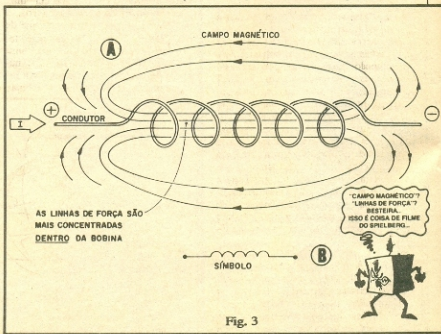
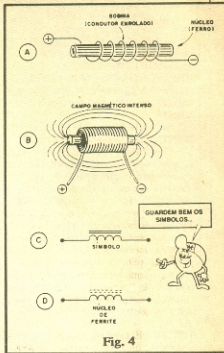

Fig. 3
Fig. 4
**FIG. 3** - Um "truque" simples para intensificar o campo magnético eletricamente gerado - Nos exemplos visuais até agora diagramados, referimo-nos ao condutor (que, percorrido por corrente, gera o campo magnético...) na forma de um fio reto e relativamente curto. O campo magnético gerado nessas circunstâncias é fraco, já que suas "linhas de força" estão distribuídas - por assim dizer - ao longo de todo o comprimento do condutor,
mento, esticadinho, percorrido por determinada corrente (e sabendo que a corrente determina o surgimento do campo magnético em torno de **todo** o comprimento do fio...) podemos atribuir um valor arbitrário ao campo magnético gerado. Vamos dizer que esse valor seja "100". Parece lógico admitir que então, cada centímetro do fio (são 100 centímetros no metro, salvo disposições em contrário ou "medidas provisórias"...), gera um "pedaço" do campo magnético total, com valor de "1". Outro cálculo simples nos dirá que "em 10 cm. desse fio, teremos um campo magnético com intensidade 10". Se, contudo, enrolarmos o fio todo (1 metro, lembramos...?) em forma de bobina, de modo que o conjunto (ver fig. 3) assuma um comprimento total de apenas 10 cm.
teremos, "mecanicamente", 1 metro "condensado" em 10 centímetros, não é...? Acontece que, nesses 10 cm. teremos todos os 100 cm. do metro e, conseqüentemente, todas as "100 unidades" do campo magnético original! Vamos prosseguir nesse raciocínio: agora temos, em 10 cm. (comprimento da bobina), "100 unidades" de campo magnético, ou seja: a cada centímetro da dita bobina, teremos "10 unidades" de campo magnético (e não apenas "1 unidade", o que ocorria quando o fio estava esticado!). Deu pra entender? Na verdade, em termos totais, NADA GANHAMOS (nem podia ser diferente, já que as Leis da Física determinam que não se pode "ganhar", do nada, nenhuma forma de energia...) porém a concentração promovida pelo enrolamento do fio nos proporcionou um "ganho localizado", de modo que num determinado ponto, tenhamos muito mais linhas de força do que tínhamos antes... Ainda na fig. 3 (em B) temos o símbolo (graficamente óbvio, já que sinaliza claramente um "fio enrolado"... ) utilizado para representar as bobinas (tecnicamente chamadas de INDUTORES - veremos adiante por que...) nos diagramas de circuitos eletro-eletrônicos. Decorem esse símbolo, que aparecerá muitas vezes ao longo do nosso "Curso"...
- FIG. 4-A - Se, no interior da bobina (fig. 3) colocarmos um núcleo de material ferroso (normalmente ferro, ou ferro-silício ou ainda "ferro cerâmico"...), esse material proporciona uma concentração ainda maior das linhas de
- FIG. 4-B - O que ocorre é que as linhas de força, ainda um tanto "dispersas" numa bobina simples (fig. 3), com o núcleo, tendem a formar um campo "fechado", com as tais linhas sendo "embitadas" por uma das pontas do núcleo e "recolhidas" pela outra extremidade, fazendo com que, em ponto bem próximo da dita bobina, a quantidade de "Linhas por centímetro" seja bastante incrementada!
- FIG. 4-C Símbolo esquemático adotado para as bobinas com núcleo de ferro. As duas barras paralelas desenhadas junto à espiral básica, indicam a presença do núcleo metálico ferroso.
- FIG. 4-D - Em tempos relativamente recentes, descobriu-se que poderiam ser feitos, industrialmente, núcleos para "condensação" das linhas de força, tão bons (ou até melhores...) do que os de material ferroso "natural", a partir de um composto à base de cerâmica e partículas de ferro (material mais leve e mais barato do que o ferro e similares, além de poder facilmente ser moldado, usinado e conformado em "mil" padrões mecânicos e magnéticos, à vontade...) ao qual se deu o nome de FERRITE... Dentro do seu rádio, televisor, vídeo-cassete, etc., tem "uma pá" de bobinas enroladas sobre núcleos de ferrite! Para diferenciar a representação gráfica dessas bobinas,